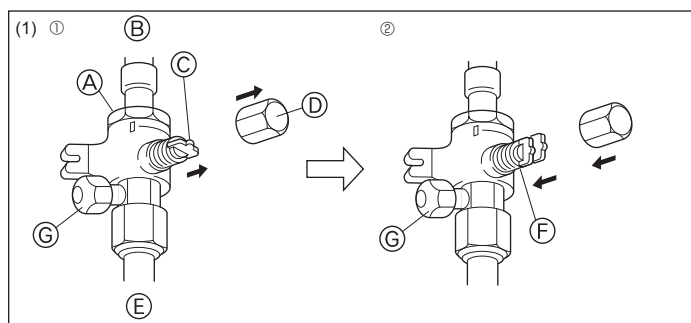
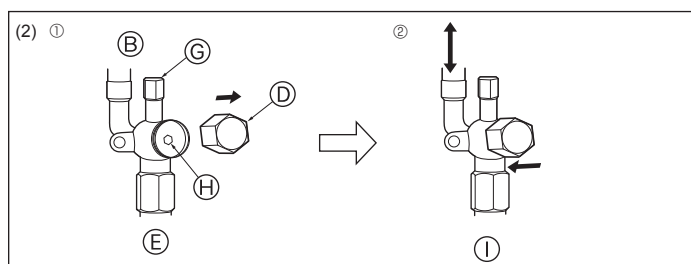

Fig. 4-12
Fig. 4-13
- (1) Сторона с газом (Fig. 4-12)
- ① Снимите колпачок, потяните ручку на себя и поверните на 1/4 оборота против часовой стрелки для открытия.
- ② Убедитесь в том, что запорный кран полностью открыт, надавите на ручку и поверните колпачок в первоначальное положение.
- (2) Сторона с жидкостью (Fig. 4-13)
- ① Снимите колпачок и поверните шток золотника против часовой стрелки до упора, используя для этой цели 4 мм шестиугольный гаечный ключ. Прекратите поворачивать шток в момент, когда тот достигнет стопора. (ⓐ,35: Приблизительно 4,5 оборотов) (ⓑ,52: Приблизительно 10 оборотов)